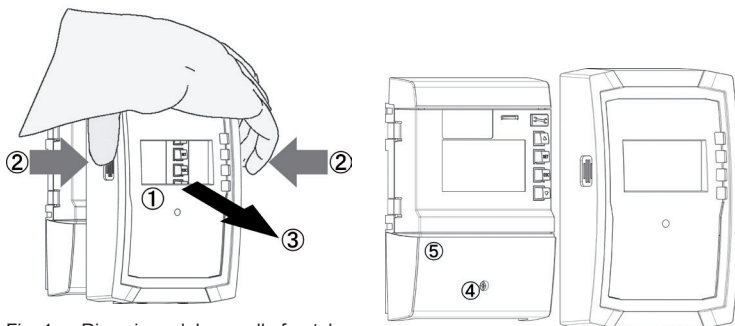

Fig. 1: Rimozione del pannello frontale
- Afferrare il pannello frontale ① alle scanalature laterali ② e tirare in avanti ③ (fig. 1).
1. Allentare la vite ④ (fig. 1).
2. Togliere la calotta coprimorsetti ⑤.